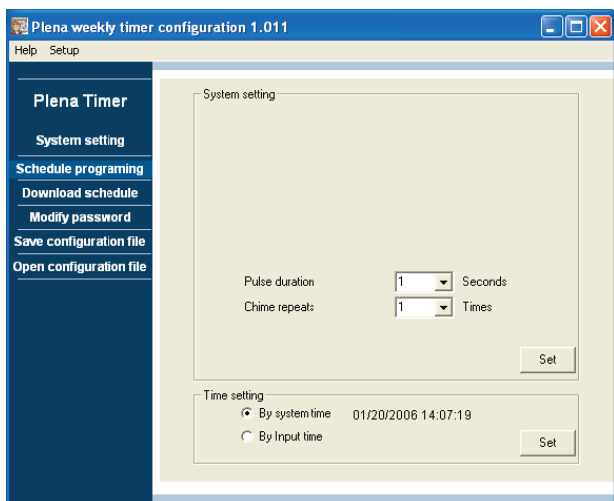

рисунок 8.10: Главное меню
- 3 Введите пароль (12345678) в поле Enter password, и щелкните по кнопке ОК. Появится главное меню (см. рисунок 8.10).
После ввода правильного пароля появится главное меню (см. рисунок 8.10). Используйте синие кнопки в левой части этого окна, чтобы получить доступ ко всем окнам программы конфигурации.